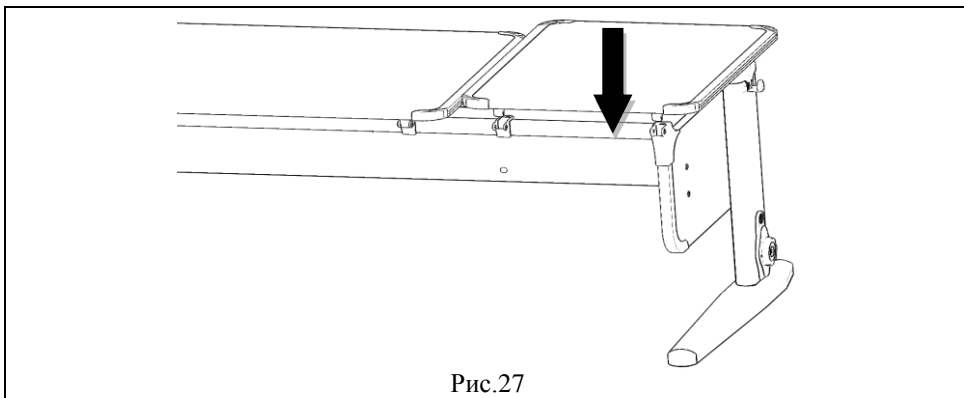

Рис.27
5.6.3. На сборку по п.5.6.2 положить сверху столешницу (сборка по п.5.5.5) так, чтобы выступы верхних частей шарниров входили в пазы нижних частей шарниров, а оси отверстий совпадали. В отверстия шарниров вставить СУТ.41.001. Ось (поз. 1, пакет № 143) и закрепить при помощи саморезов с прессшайбой 4,2х16 (поз. 2, пакет № 143) согласно рис. 27, 28.